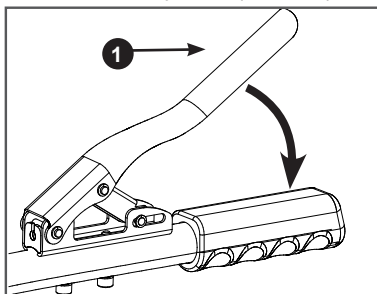

Рис. 32 Включение хода
6. Для того чтобы начать движение мотоблока на выбранной передаче быстро и плавно нажмите рычаг 1 включения хода до упора (Рис. 32).
1. Отпустите рычаг включения хода (Рис. 32).